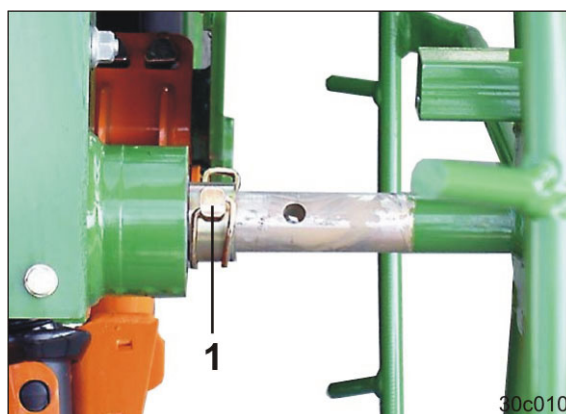

Рис. 146
2. Вставьте колесо с почвозацепами в привод и зафиксируйте шплинтом с кольцом (Рис. 146/1).